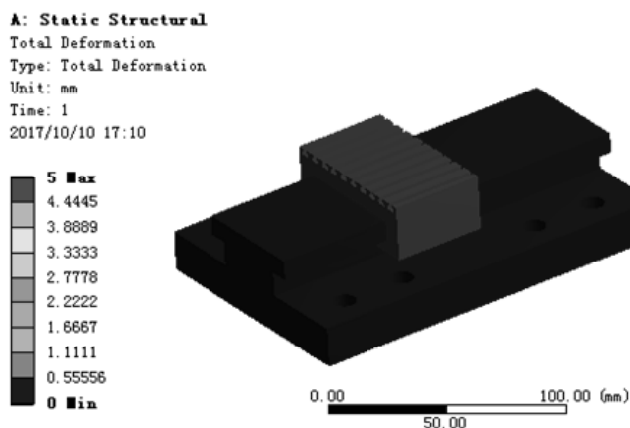

图 7.6.28 位移变形结果图解
(3) 查看位移结果图解。在“Outline”窗口中选中  Total Deformation，查看图 7.6.28 所示的位移变形结果，其最大位移为 5 mm。